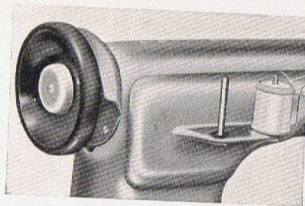

Abb. 39.
3. Die Klappe auf der Rückseite der Maschine (Abb. 39) öffnen. Dadurch wird der Musterschabloneinsatz, der wie Bewegung der Nadelstange steuert und so die verschiedenen Ziernähte hervorbringt, zugänglich.